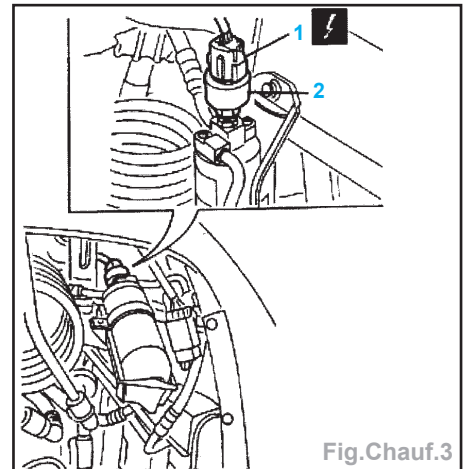

Fig.Chauf.3
- le pressostat (2) (Fig.Chauf.3),